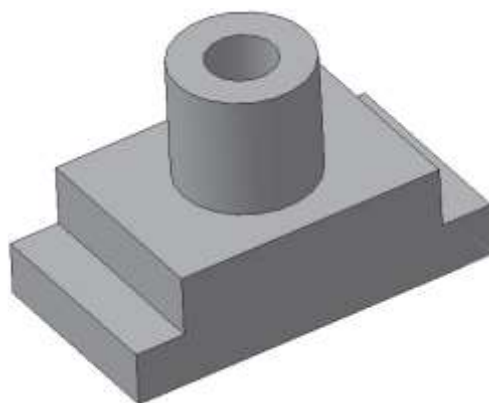

Рис. 7.10. Создание рисунка
34) Создайте объект (рис. 7.10). Сохраните.